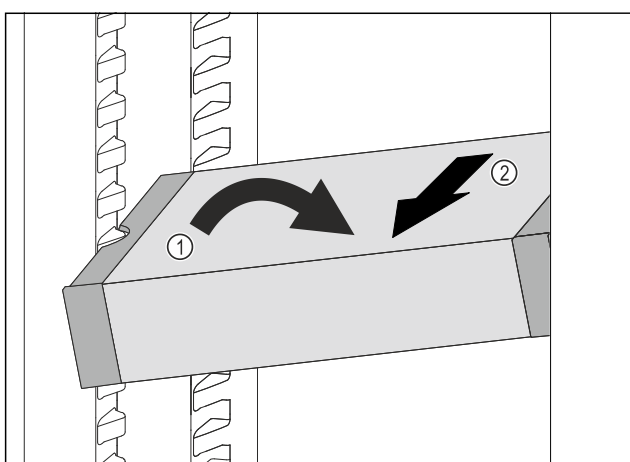

Fig. 98
- ▶ Stil VarioSafe på skrå ind i kølesektionen. Fig. 98 (1)
- ▶ Tag VarioSafe ud fremefter. Fig. 98 (2)